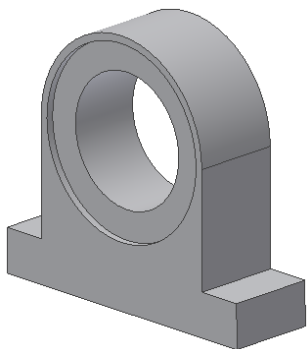

图 7-33 拉伸后的零件
③单击【确定】按钮完成拉伸特征的创建。
④重复步骤①~③，在另一侧创建安装孔沉头部分，完成的零件如图 7-33 所示。